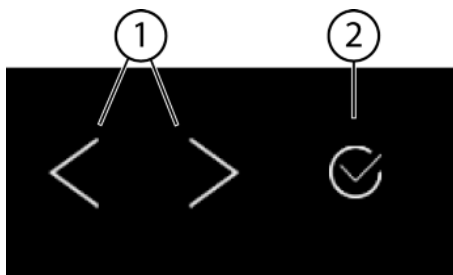
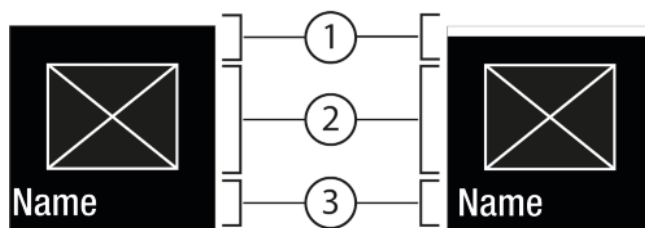
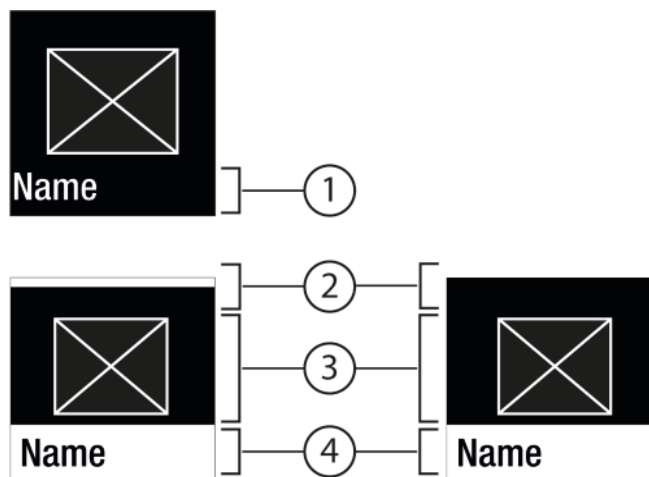

Fig. 5
Fig. 6
Fig. 7
- (1) Strzałka nawigacyjna lewa / prawa
(2) Potwierdzenie
Strzałka nawigacyjna lewa / prawa Fig. 5 (1):
Potwierdzenie Fig. 5 (2):
- Nawigować przy pomocy strzałki nawigacyjnej w lewo / prawo Fig. 5 (1).
- Przy pomocy potwierdzenia Fig. 5 (2) aktywować Fig. 6 (1) / dezaktywować Fig. 6 (1) funkcję / ustawienie.
- Wywołać podmenu Fig. 5 (2) przy pomocy potwierdzenia Fig. 7 (4).
- Ustawić nowe wartości: Przy pomocy potwierdzenia Fig. 5 (2) wybrać dezaktywowaną wartość Fig. 6 (1).
- Powrót do menu: Przy pomocy potwierdzenia Fig. 5 (2) wybrać już aktywowaną wartość Fig. 6 (2).
- ▶ Strzałki nawigacyjne Fig. 5 (1) przyciskać tak długo, aż wyświetli się funkcja.
- ▶ Nacisnąć Potwierdzić Fig. 5 (2).
- ▶ Przy pomocy strzałki nawigacyjnej Fig. 5 (1) wybrać wartość ustawienia.
- ▷ Na krótko pojawia się w podmenu Fig. 7 (4) Status: aktywowano Fig. 6 (1).
- ▶ Strzałki nawigacyjne *Fig. 5 (1)* przyciskać tak długo, aż wyświetlą się ustawienia .
- ▶ Nacisnąć Potwierdzić *Fig. 5 (2)*.
- ▶ Strzałki nawigacyjne *Fig. 5 (1)* przyciskać tak długo, aż wyświetli się żądane ustawienie.
- ▶ Przez 3 sekundy przycisnąć potwierdzenie *Fig. 5 (2)*.